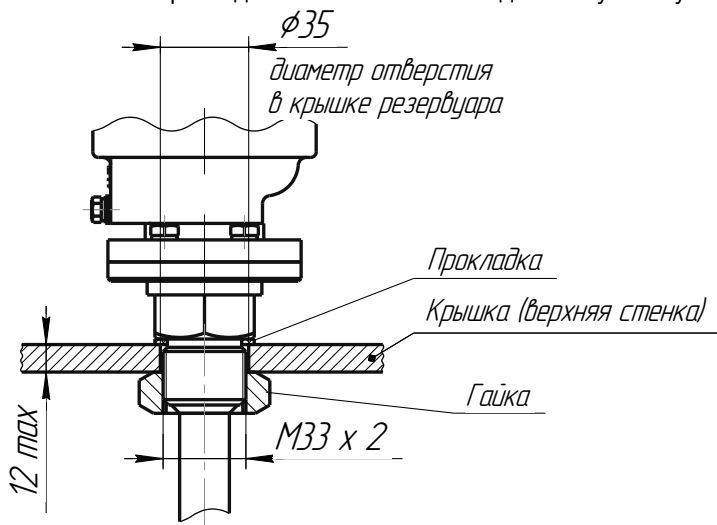

Рисунок 4
Уровнемер устанавливается на резервуар с помощью резьбового устройства крепления с метрической резьбой М33х2. Устройство крепления позволяет осуществлять установку уровнемера непосредственно на крышке (верхней стенке) резервуара в отверстия диаметром 35 мм (см. рисунок 4).
- надеть на направляющую прокладку (поставляется отдельно, см. рисунок 4);
- вставить нижний конец направляющей уровнемера в монтажное отверстие крышки (верхней стенки) резервуара. Надеть на направляющую гайку (поставляется отдельно, см. рисунок 4) и ограничитель хода поплавка;
- закрепить уровнемер на крышке (верхней стенке) резервуара с помощью гайки (см. рисунок 4).